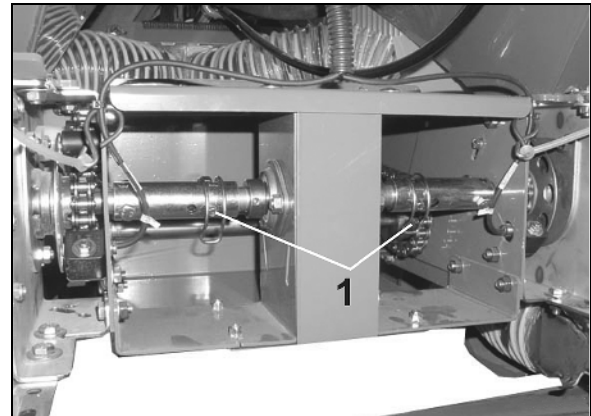

Bild 100
3. Ta av en av de båda låssprintarna (Bild 100/1).